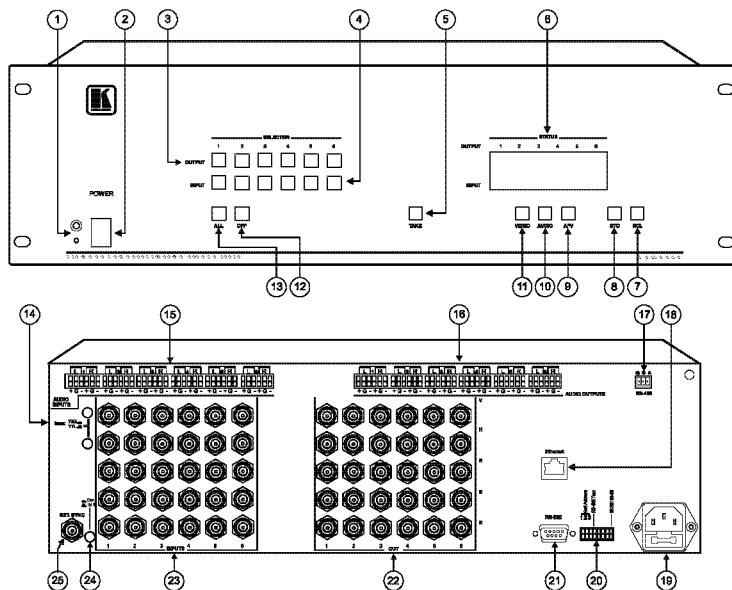

Рис. 4. Матричный коммутатор VP-66ETH
- **VP-66ETH** (рис. 4)
- Соедините разъем последовательного порта компьютера с разъемом DB9 RS-232 на задней панели **VP-88ETH** кабелем длиной до 15 м, выполненным в соответствии со схемой на рис. 4 (показаны случаи использования на компьютере 9- и 25-контактного разъема):